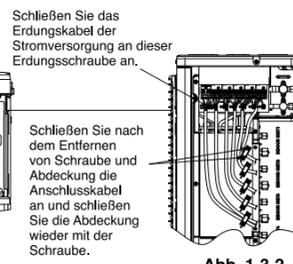

Abb. 1-3-2
- Schließen Sie das Verbindungskabel und das Netzkabel an die Klemmenleiste an (Abb. 1-3-2).
- Befestigen Sie die Verbindungskabel und das Netzkabel richtig mit einem Stahlband (Abb. 1-3-2).
- Um zu vermeiden, dass das Kabel verkrazt oder von der Seitenabdeckung eingeklemmt wird, ist dieses wie in Abb. 1-3-2 dargestellt mit Band zu fixieren.